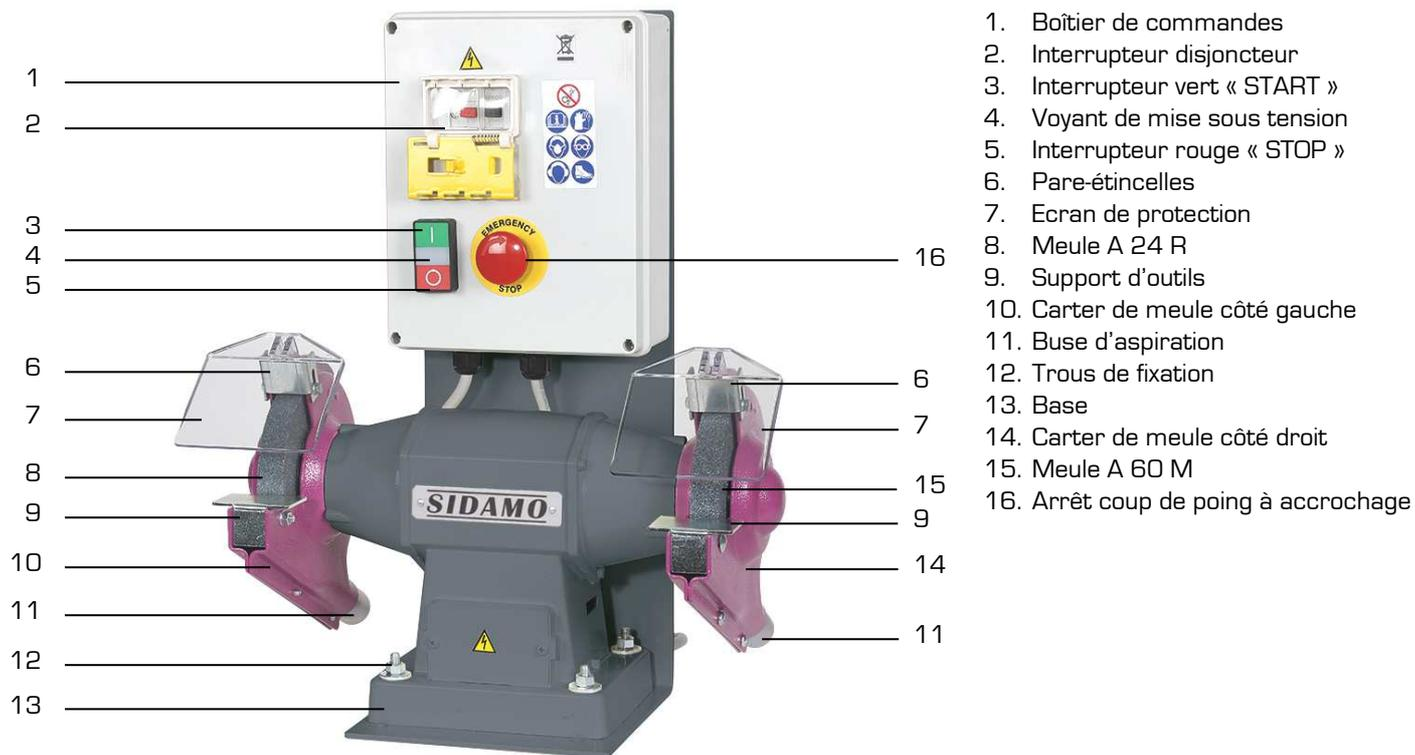

Figure 1
3. Fixer le touret sur le socle ou sur l'établi en introduisant 4 vis (M6) dans les trous (12 fig.1) puis les bloquer fermement au moyen d'écrous appropriés.
1. Extraire du sachet contenu dans l'emballage les écrans de protection (7 fig.1) puis les fixer sur les carters (10 et 14 fig.1).
3. Régler les pare-étincelles (6 fig.1) à **5 mm** au maximum du bord périphérique de la meule.
4. Régler les supports d'outils (9 fig.1) à **2 mm** au maximum du bord périphérique de la meule.
5. Appuyer sur l'interrupteur disjoncteur « 1 » (2 fig.1) pour la mise sous tension.
6. Le voyant (4 fig.1) indique la mise sous tension du touret.
7. Désenclencher l'arrêt coup de poing à accrochage (16 fig.1), si nécessaire.
8. Appuyer sur l'interrupteur vert « START » (3 fig.1) pour la mise en fonction du touret.
9. Approcher progressivement la pièce à meuler au contact de la meule, en vous appuyant sur le support d'outils (9 fig.1).
- Appuyer sur l'interrupteur rouge « STOP » (5 fig.1) pour arrêter le fonctionnement du touret.
- Appuyer sur l'arrêt coup de poing à accrochage (16 fig.1) pour arrêter le fonctionnement du touret en moins de 5 secondes, grâce au frein moteur électrique.
- Appuyer sur l'interrupteur disjoncteur « 0 » (2 fig.1) pour la mise hors tension.